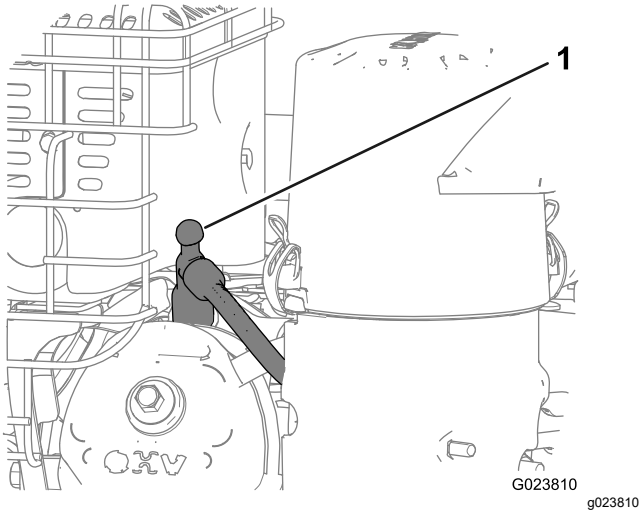

Figura 22
3. Scollegate il cappello dalla candela e tenetelo a distanza dalla candela stessa per evitare un avviamento accidentale (Figura 22).